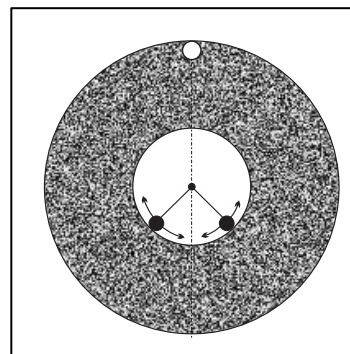

Figure 19b
Étape 2 : Déterminez le bon angle de position des masses en fonction de la « ligne du centre » (Figure 19b). Pour cela, déplacez les masses, à proportion égale, mais dans des directions opposées (l'une vers l'avant et l'autre vers l'arrière). De nouveau, si le niveau de vibrations augmente, déplacez le poids dans une direction opposée. Cette étape est terminée lorsque le niveau de vibrations ne peut plus être réduit.